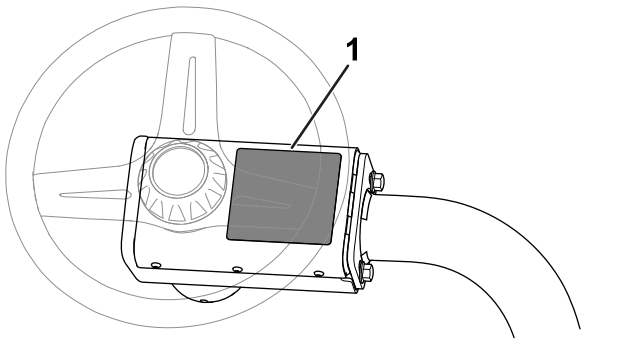

図 12
- **CE 警告デカル** CE 警告デカル P/N 139-8321を、既存の警告デカル P/N 139-8320の上から貼り付ける **図 12**を参照。